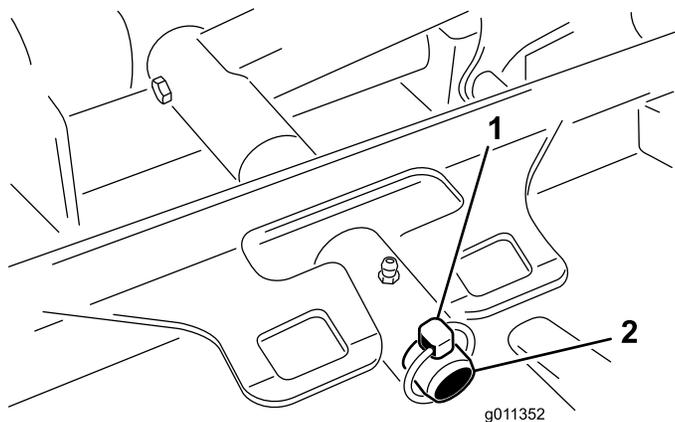

Bild 56
3. Entfernen Sie den Klappstecker oder die Befestigungsmutter (nur GM 4700), mit dem bzw. der der Mähwerkträgerrahmen am Gelenkstift des Hubgestänges befestigt ist (Bild 56).
3. Schieben Sie den Mähwerkträgerrahmen auf den Lagerbolzen am Hubarm. Befestigen Sie es mit dem Klappstecker oder der Befestigungsmutter (nur GM 4700) (Bild 56).